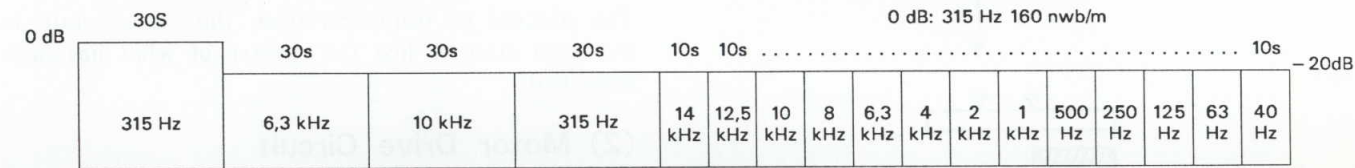

Fig 7-3 Constantes de la cinta de prueba STD-331B
- STD-331B : Ajustes de reproducción (Ver Fig. 7-3)